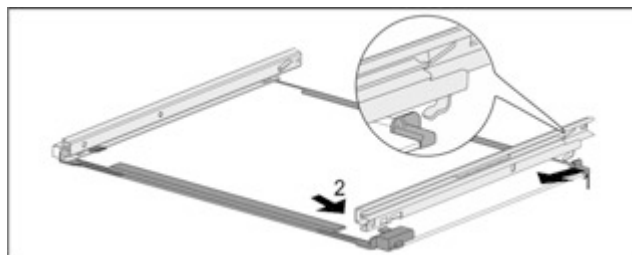

Fig. 72 Скляна пластина з рейками
- ▶ Зачепити рейку ззаду. Fig. 72 (1)
- ▶ Зафіксуйте рейку спереду. Fig. 72 (2)